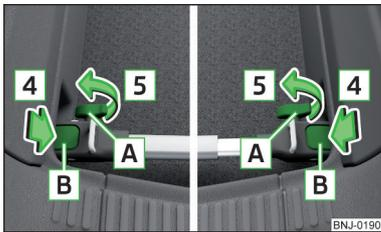

Fig. 106
- Presionar los soportes **B** en el sentido de la flecha **4** hasta encajar de forma audible » fig. 106.